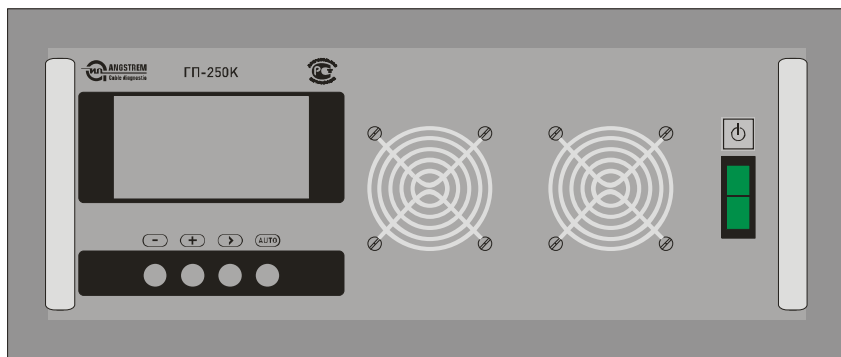

Рис.1
4.2. На передней панели расположены органы управления и индикации (см. рис.1):